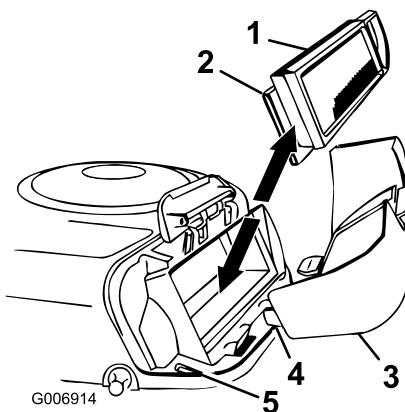

Figura 23
- Deslice cuidadosamente el filtro de papel y el filtro de gomaespuma para retirarlos de la carcasa del soplador (Figura 23).
2. Alinee las pestañas de la tapa del limpiador de aire con las ranuras de la carcasa del soplador (Figura 23).